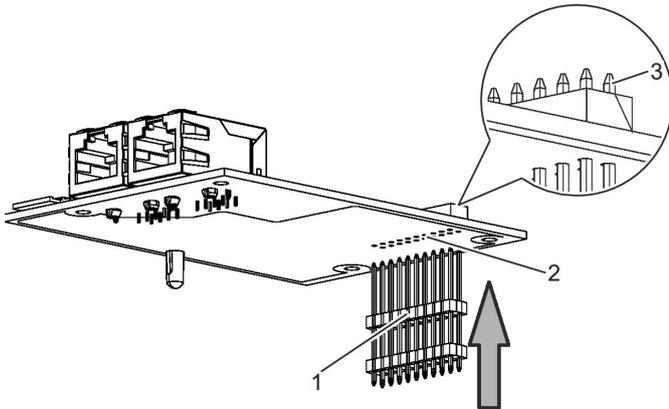

Abb. 50: Verbindungsstiftleiste montieren
- Die Verbindungsstiftleiste (Abb. 50/1) mit den langen Stiften von unten in das Erweiterungsmodul EM-IP (Abb. 50/2) einschieben.
Verbindungsstiftleiste so weit durchstecken, dass die Stifte etwas aus dem Steckplatz herausragen (Abb. 50/3).